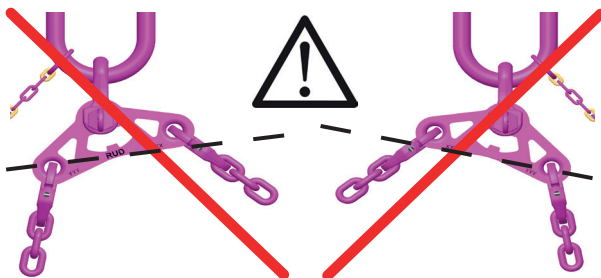

Abb. 18: Schrägstellung der Wippe größer 10° ist nicht erlaubt!
- Eine Schrägstellung der Wippe unter Belastung größer 10° ist nicht erlaubt (siehe Abb. 18)! Die 10°-Kante ist nicht mehr waagrecht ausgerichtet. Die Schrägstellung der Wippe ist zu groß!